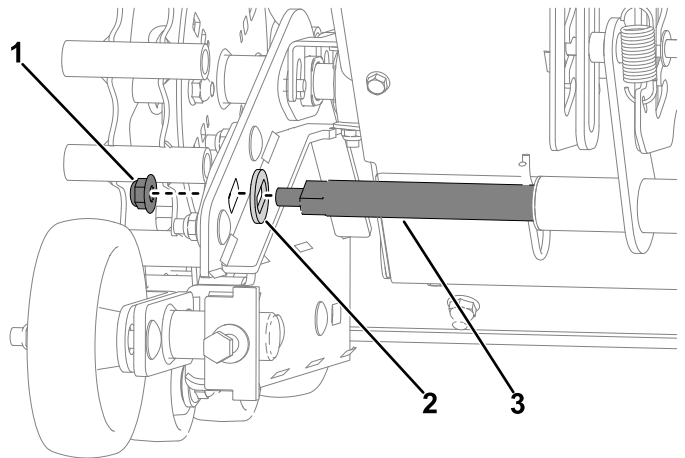

Figura 31
- Instale las 2 arandelas especiales en la barra de pivote en el cubo de pivote. Instale la barra de pivote con las arandelas especiales en los conjuntos de oruga y la placa de pivote y fíjela con las 2 contratuercas nuevas (3/8") (Figura 31).